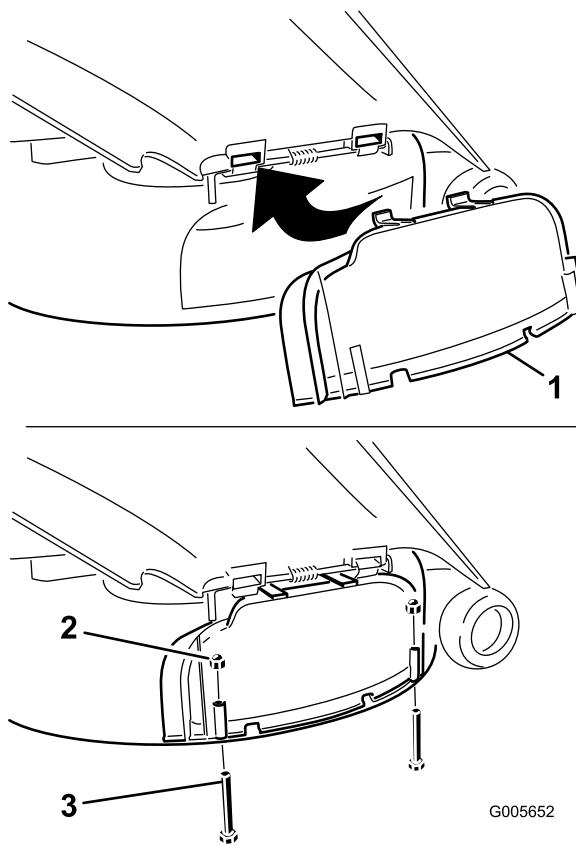

Figure 30
3. Soulevez le déflecteur d'herbe et glissez les languettes en haut de l'obturateur d'éjecteur, sous la tige de retenue du déflecteur d'herbe. Abaissez le couvercle de l'éjecteur sur l'ouverture et sur le bord inférieur du plateau de coupe (Figure 30).
- 4. Fixez le couvercle de l'éjecteur au bord inférieur du plateau de coupe avec deux boulons (1/4 x 2-1/2") et deux écrous borgnes (1/4 pouce), comme illustré à la Figure 30.